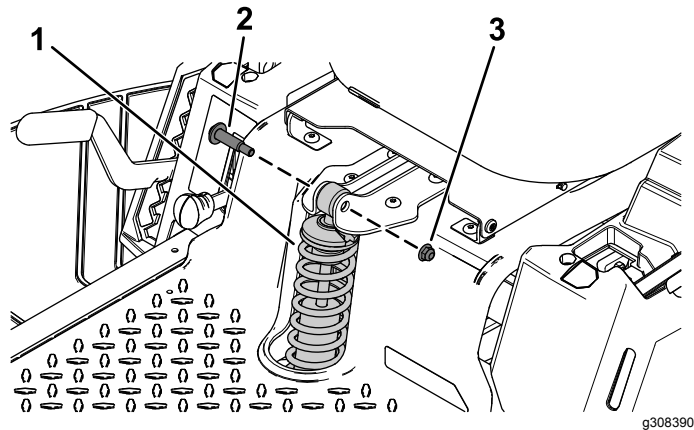

Bild 1
2. Entfernen Sie die beiden Ansatzschrauben und Sicherungsmuttern ($\frac{3}{8}$ "), mit denen die vorhandene vordere Feder befestigt ist (Bild 1).
3. Entfernen Sie die vorhandene vordere Feder (Bild 1).
Montieren Sie die neue Feder mit den zuvor entfernten beiden Ansatzschrauben und Sicherungsmuttern ($\frac{3}{8}$ "), wie in Bild 1 abgebildet.